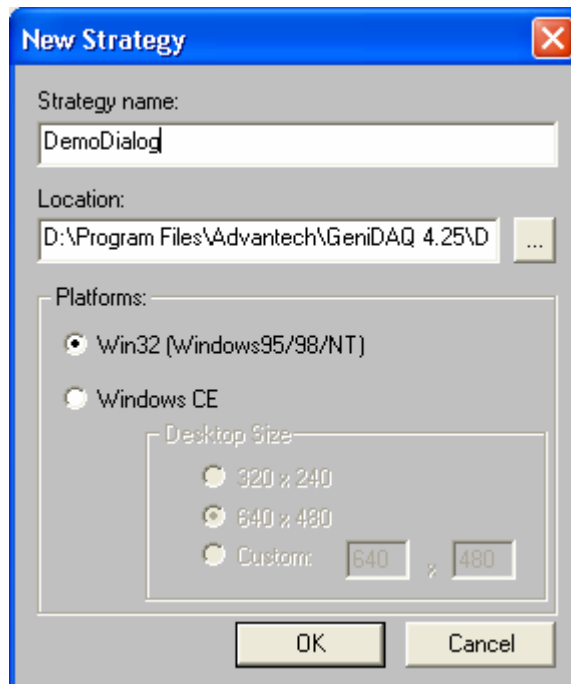

Рис. 4.82. Конфигурирование приложения **DemoDialog**
1. *Первое действие.* Запустите построитель приложений двойным щелчком левой кнопкой мыши на ярлыке GeniDAQ Builder 4.25, расположенном на рабочем столе. В результате на экран будет выведено главное окно построителя приложений (см. рис. 4.6). Для запуска построителя задач в демонстрационном режиме нажмите кнопки **Exit** и **OK**. Демонстрационный режим отличается непрерывным двухчасовым интервалом работы и меньшим количеством входных и выходных каналов. В нашем случае это несущественно. Нажмите кнопку **New** на панели инструментов (ее легко найти, так как все кнопки снабжены всплывающими подсказками). После этого в главном окне построителя приложений появится диалоговое окно настройки, которое может быть настроено так, как это показано на рис. 4.82. После нажатия кнопки **OK** и подтверждения необходимости создания каталога DemoDialog, который до этого не существовал, в главном окне построителя задач появятся пустые окна редактора задач (**TASK1**) и редактора форм отображения (**DISP1**). Произведем щелчок мышью в области окна редактора задач и окно с заголовком **Task Designer: TASK1** будет выдвинуто на передний план. В окне построителя задач появится еще одна панель инструментов, содержащая пиктограммы встроенных функциональных блоков редактора задач.